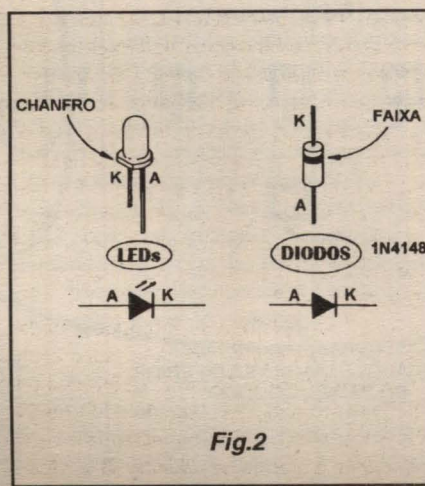

Fig.2
- Os 4 jaques/casas da residência A devem ter seus terminais de terra (T) ligados eletricamente à linha do **positivo** da alimentação geral, e os seus terminais vivos (V) ligados à linha do **negativo**...
- Já os 4 jaques/casas da residência B devem ter seus terminais vivos (V) conectados à linha do **positivo** da alimentação, ficando seus terminais de terra (T) ligados à linha do **negativo**...
- FIG. 2 - DETALHES DOS COMPONENTES POLARIZADOS - Os LEDs e os diodos utilizados no circuito ultra-simples do JOM são componentes polarizados, ou seja: seus terminais devem ser previamente identificados e precisam ser ligados às outras peças e ao restante do circuito de forma única e certa, já que eventuais inversões invalidariam o funcionamento do conjunto, além de poder causar danos aos próprios componentes. Normalmente o leitor/hobbysta que acompanha APE pode recorrer ao encarte permanente - TABELÃO APE - na busca de informações visuais a respeito... Entretanto, como a montagem do JOM é especialmente direcionada para os principiantes, damos um boi, mostrando os detalhes de aparência, pinagem e símbolos dos men-